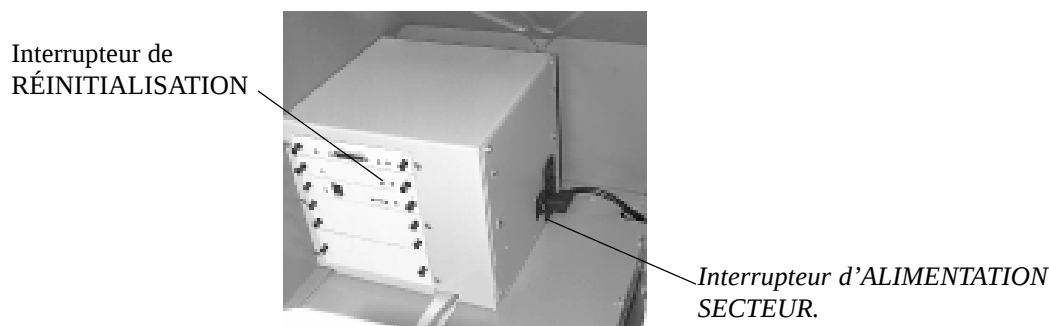

Figure 8-2. Emplacement de l'interrupteur d'alimentation secteur.
- 1.) Enfoncez puis relâchez l'interrupteur RÉINITIALISATION (RESET) (voir la figure 8-2).